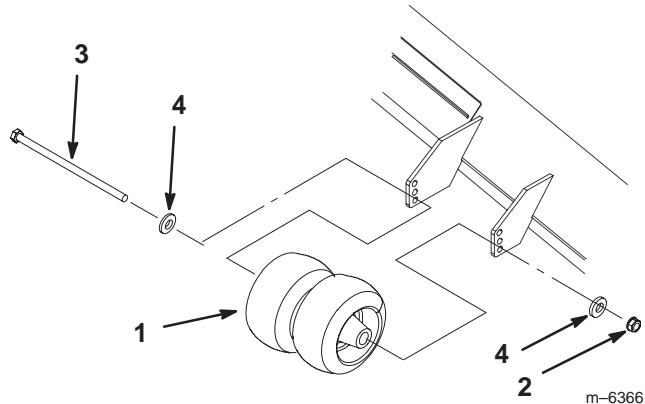

Figure 20
- Après avoir réglé la hauteur de coupe, vérifiez que les roues de jauge procurent une garde au sol minimale de 10 mm (Fig. 20).
- Si un réglage est nécessaire, retirez le boulon, les rondelles et l'écrou (Fig. 20).
- Choisissez le trou requis pour que les roues de jauge soient à 10 mm ou plus du sol (Fig. 20).
- Remettez le boulon, les rondelles et l'écrou (Fig. 20).